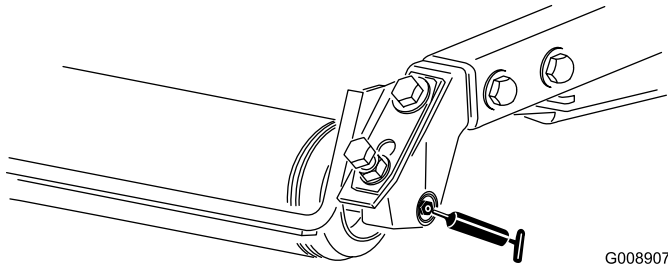

Bild 38
- Heckrollenlager (2 pro Mähwerk) (Bild 38)